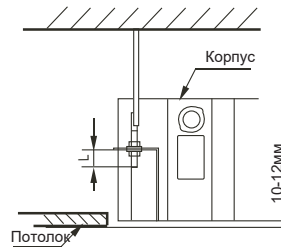

Рисунок 5-6
- Зазоры между корпусом фанкойла и краями углубления должны быть одинаковыми со всех сторон. Нижняя часть корпуса фанкойла должна быть заглублена в подвесной потолок на 10–12 мм (см. Рисунок 5-6).
- Расстояние L должно составлять половину длины монтажной шпильки (см. Рисунок 5-6).